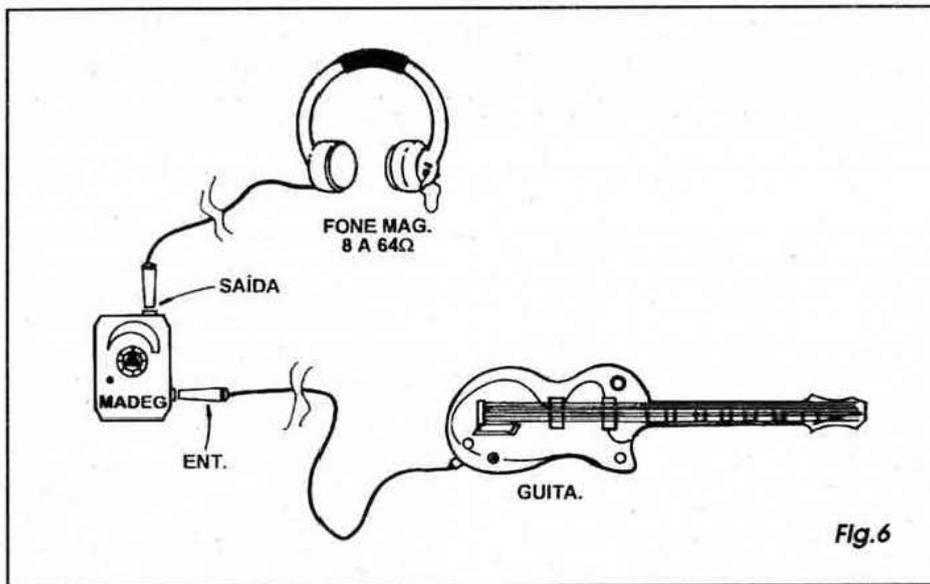

Fig.6
- FIG. 6 - USANDO O MADEG... - Acreditamos que já deve ter ficado mais do que claro o modo como o dispositivo é usado, porém a ilustração dá todas as dicas, com detalhes... Com o conjunto guitarra/MADEG/fones disposto no modo indicado, é só colocar os fones nas *zoreia*, ligar o MADEG (ajustando o ganho/volume para um ponto confortável) e... *atacar* o instrumento à vontade! Com quase toda a certeza, a fidelidade do som será ainda melhor do que a normalmente obtida com o instrumento diretamente ligado ao costumeiro amplificador de potência...! Obviamente que os controles e chaves incorporados à própria guitarra deverão também ser ajustados e manipulados *nos conformes*, dentro do que o músico já está acostumado a fazer... Quem quiser intercalar pedais de efeitos e modificadores eletrônicos, poderá fazê-lo *na mesma "posição"* em que normalmente tais dispositivos são usados, ou seja: *entre* a guitarra e o MADEG (que, no caso, está *no lugar* do amplificador de potência costumeiro...). Nesse caso, é bom manter o ajuste de ganho do MADEG em posição mínima, uma vez que os sinais da guitarra, após *passarem* pelos circuitos eletrônicos dos pedais ou modificadores, costumam apresentar-se já bastante *reforçados* em nível...